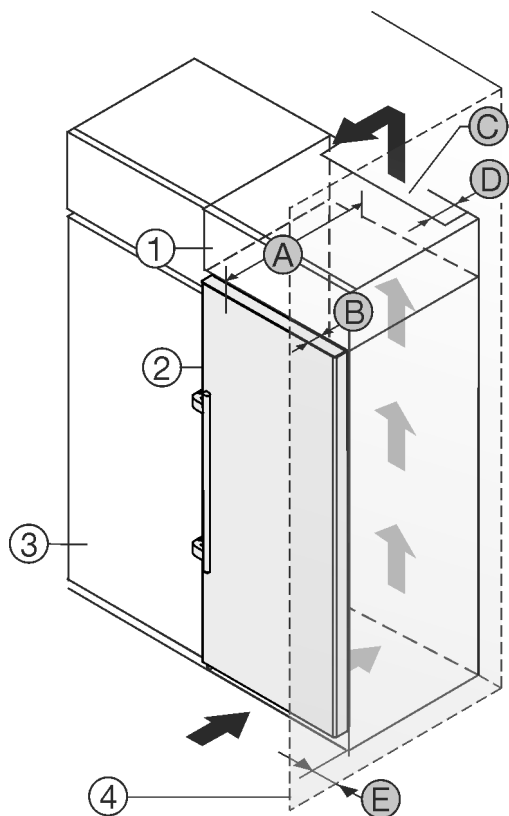

Fig. 2
Du kan ställa apparaten direkt bredvid köksskåpet Fig. 2 (3).
Bakom överskåpet måste det finnas en luftspalt med djupet Fig. 2 (D) längs hela överskåpets bredd.*
Under taket måste angiven ventilationsprofil Fig. 2 (C) följas.*
Om du placerar apparaten med gångjärnen bredvid en vägg Fig. 2 (4) måste avståndet mellan apparaten och väggen vara minst 57 mm . Detta motsvarar hur mycket handtaget sticker ut med öppen dörr.*
För att dörren ska kunna öppnas helt måste apparaten sticka ut från köksskåpets front med samma mått som dörrens djup Fig. 2 (B). Beroende på köksskåpens Fig. 2 (3) djup och om väggavståndshållare används kan skåpet skjuta ut ännu mer.*